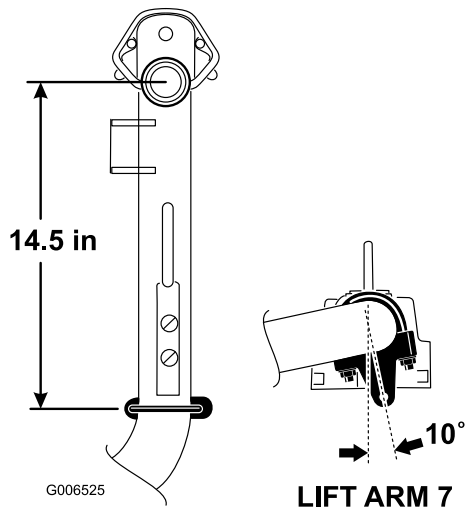

Figura 6
- En los brazos de elevación 6 y 7, posicione los soportes y los pernos en U a 37 cm por detrás de la línea central del pivote (Figura 6). Gire los soportes 10 grados hacia fuera respecto a la máquina.